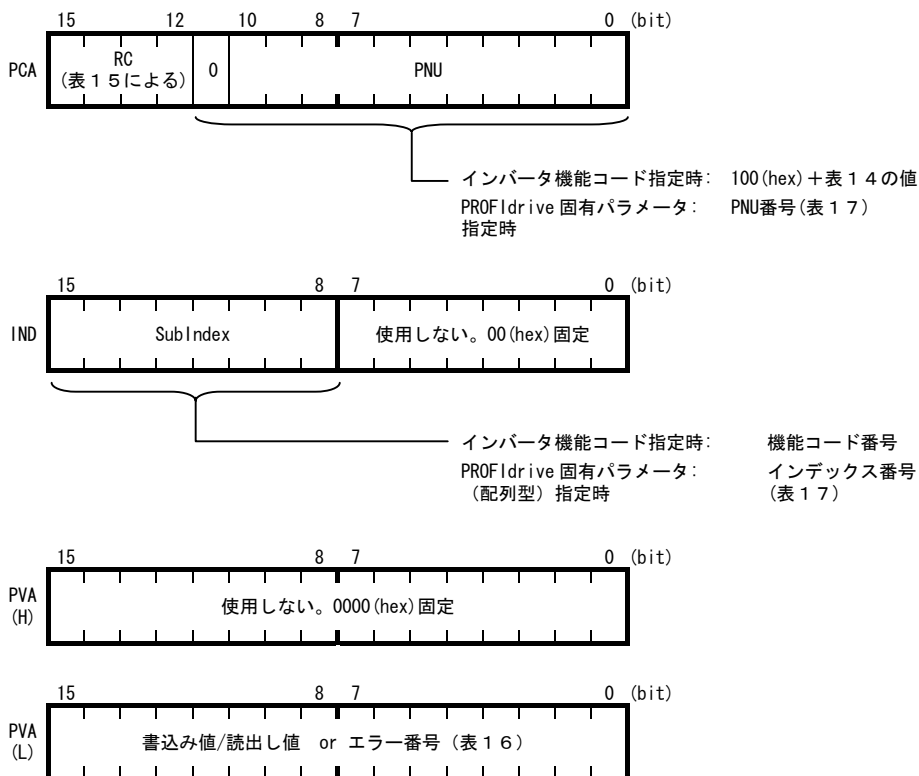

図16 パラメータのアクセス方法
1. PNU領域とSubIndex領域で、アクセスするパラメータを指定します（図16参照）。インバータ機能コードを指定する場合は、PNUに 100(hex) + 機能コード種別(表14参照), Subindexに機能コード番号(機能コード種別に続く番号。F01ならば“01”の部分)を指定します。